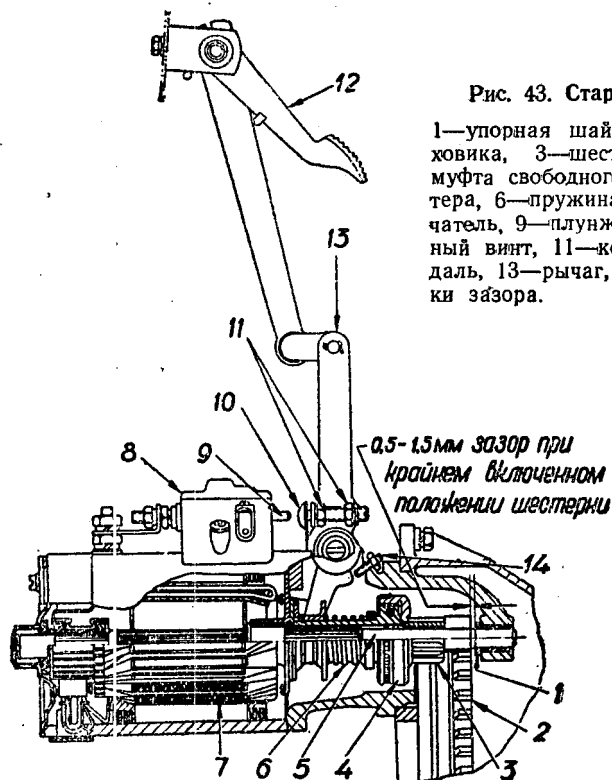

Рис. 43. Стартер и его привод.
**Стартер.** На двигателе установлен стартер типа СТ08 четырехполюсный, четырехщеточный, с серийным возбуждением. Включение стартера принудительное, механическое через муфту свободного хода (рис. 43), которая предохраняет стартер от вращения в «разнос» после того, как заведется двигатель. Муфта не рассчитана на длительную работу. Как только двигатель заведется, стартер следует немедленно выключать, отпустив педаль. Держать стартер включенным можно не более 5 секунд. Интервалы между включениями стартера должны быть не менее 10—15 секунд.